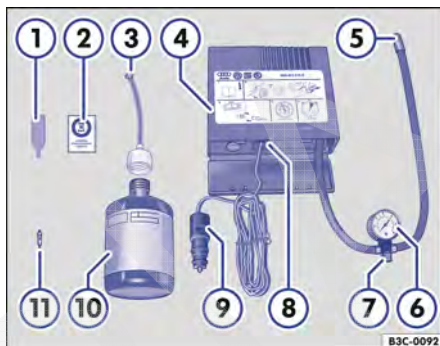

Fig. 322 Representação esquemática: componentes do kit de reparo dos pneus.
→ Fig. 322:
12. Colar a etiqueta adesiva → Fig. 322 ② do kit de reparo dos pneus no campo de visão do condutor no painel de instrumentos.
- Com a chave para remoção do elemento da válvula → Fig. 322 ①, desenroscar o elemento da válvula da válvula do pneu e colocá-lo sobre uma superfície limpa.
- Agitar a garrafa para enchimento dos pneus → Fig. 322 ⑩ algumas vezes com força.
- Rosquear a mangueira de enchimento → Fig. 322 ③ com firmeza no sentido horário sobre a garrafa para enchimento dos pneus. A película na tampa é perfurada automaticamente.
- Remover a vedação da tampa da mangueira de enchimento → Fig. 322 ③ e introduzir a extremidade aberta totalmente na válvula do pneu.
- Rosquear novamente o elemento da válvula com a chave para remoção do elemento da válvula → Fig. 322 ① na válvula do pneu.
- Rosquear a mangueira de enchimento dos pneus → Fig. 322 ⑤ do compressor de ar com firmeza na válvula do pneu.
- Verificar se o parafuso de sangria de ar → Fig. 322 ⑦ está fechado.
- Encaixar o conector do cabo → Fig. 322 ⑨ em uma tomada 12 V do veículo → Página 290.
- Ligar o compressor de ar com o interruptor LIGA-DESLIGA → Fig. 322 ⑧.
- Deixar o compressor de ar funcionar até atingir 2,0 – 2,5 bar (29 – 36 psi / 200 – 250 kPa) → **⚠ Tempo de funcionamento máximo de 8 minutos** → ①.
Reconectar a mangueira de enchimento dos pneus → Fig. 322 ⑤ e ler a pressão dos pneus no manômetro de pressão dos pneus → Fig. 322 ⑥.